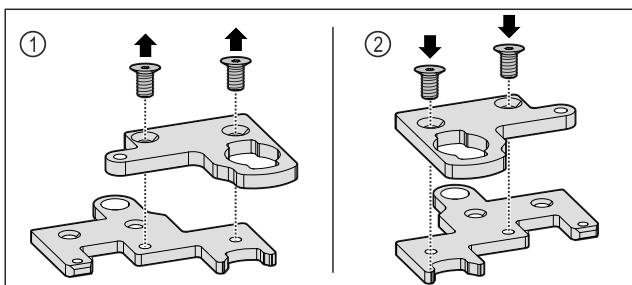

Fig. 35
- Izjauciet divdaļīgo lokāmo kronšteinu. Fig. 35 (1)
- Salieciat atkal kopā divdaļīgo lokāmo kronšteinu, pagrieztu par 180°. Fig. 35 (2)